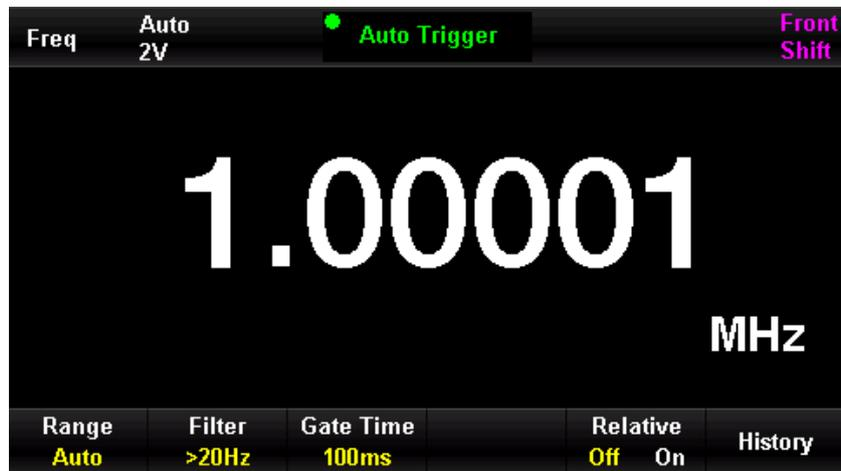

Abbildung 2-26 Menü zur Signalfrequenzmessung
1. Drücken Sie die Taste  auf dem Bedienfeld, um das Menü zur Messung der Signalfrequenz aufzurufen, wie in Abbildung 2-26 gezeigt.